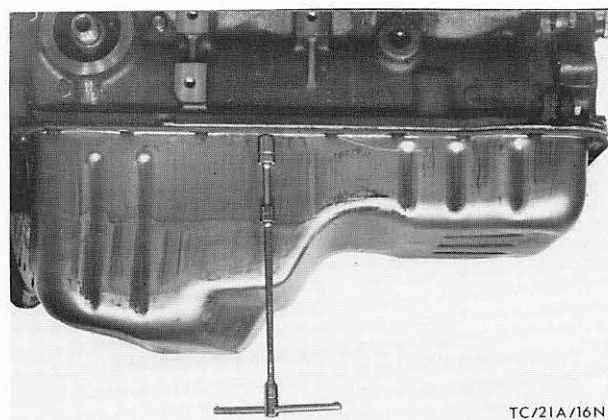

Abb. 135 Ölwanne abschrauben
14. Ölwanne nach unten abbauen, damit kein Ölschlamm und keine Abriebteile in den Motor gelangen, Abb. 135.